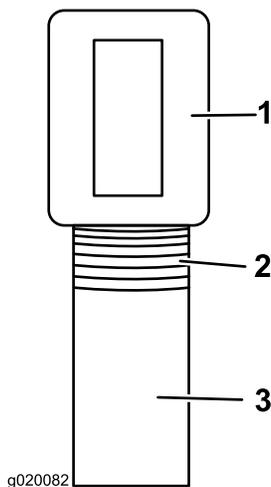

Figure 1
1. Retirez le ruban et le tube du montant supérieur (Figure 1).